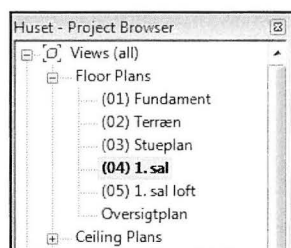

Fig. 09.02. Stå i 1. sal.
- Stå i (04) 1. sal i *Project Browseren* (Fig. 09.02).